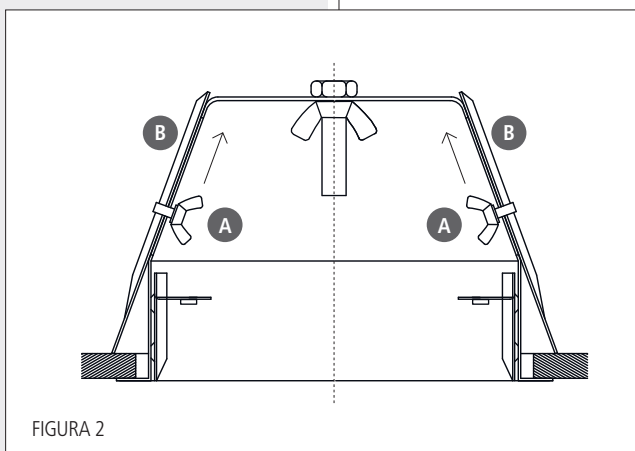

FIGURA 2
2. Svitare i due bulloni ad alette **A** (figura 2) che bloccano le due piastre di fissaggio **B** e spostare queste ultime verso l'alto; fermare quindi le due piastre **B** riavvitando i due bulloni ad alette **A**.